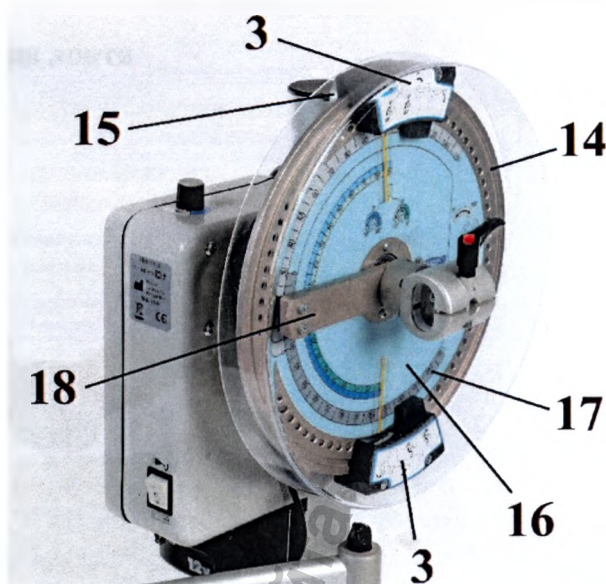

Рис. 8
Движки (3) задают с двух сторон пределы для углового движения механической руки: они могут скользить по краю диска (14) и зафиксированы по отношению к диску при помощи пружинных штифтов (15). На движках есть разметка (16), которая позволит вам найти нужную точку на шкале с делениями (17), см. Рис.8.